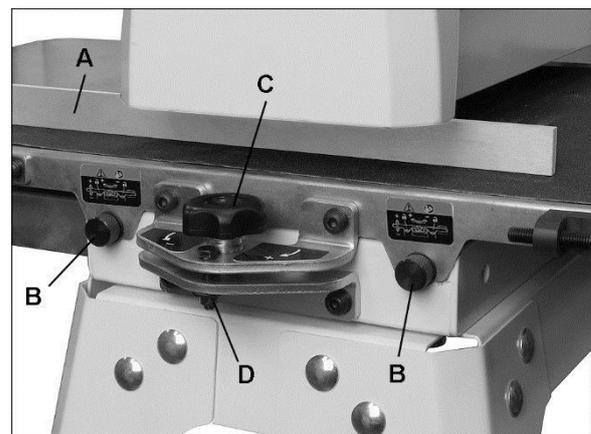

Figure 8-3: Alignement du cylindre
- Insérez la jauge entre le cylindre et la table du convoyeur du côté externe du cylindre (A, Figure 8-3).
- Desserrez les deux vis de verrouillage de la table (B, Figure 8-3)
3. Si une bavure est visible là où le cylindre chevauche, abaissez légèrement la table sur l'extrémité externe en tournant le bouton (C, Figure 8-3).
**Remarque :** Pour un matériau à poncer réduit (inférieur à 406 mm), retournez la table du convoyeur en position parallèle. Tournez le bouton en direction opposée jusqu'à ce que le contre-écrou (D, Figure 8-3) soit touché. Le contre-écrou fait butée pour le parallélisme de la table.